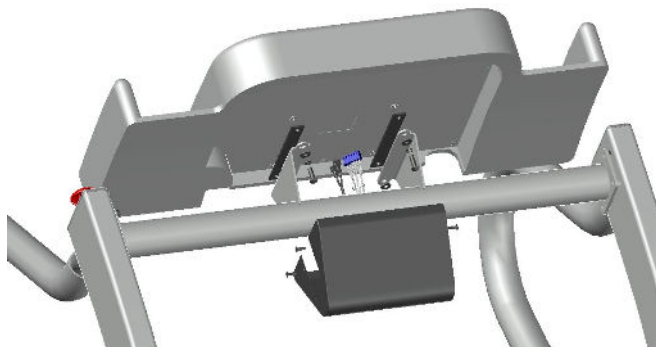

Figura 5-2
3. A Figura 5-2 mostra os componentes de montagem incluídos no transporte da passadeira. O kit contém:
- (4) parafusos ¼-20